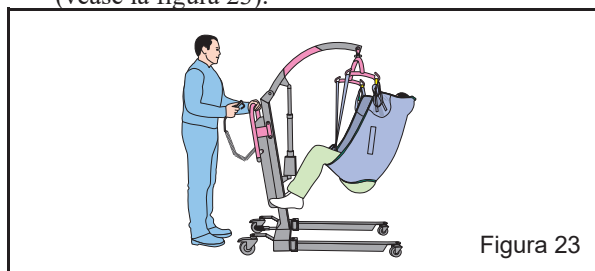

Figura 23
- Eleve al paciente hasta que sus pies estén unos 10 cm por encima de las patas del chasis. Coloque al paciente en una posición cómoda. Antes de realizar el movimiento, deberá girarse al paciente para que quede de cara al cuidador (véase la figura 23).
Al volver a colocar al paciente en una cama, asegúrese de que la grúa esté colocada en perpendicular a la cama. Para colocar al paciente sobre la cama, utilice los asideros de la grúa; NO tire del sling. El paciente suspendido del sling debe permanecer siempre en el centro de gravedad. Use el control de mano para bajar al paciente (véase la figura 23).
- Eleve al paciente hasta que sus pies estén 10 cm por encima de las patas del chasis. Coloque al paciente en una posición cómoda. Antes de realizar el movimiento, deberá girarse al paciente para que quede de cara al cuidador (véase la figura 23).